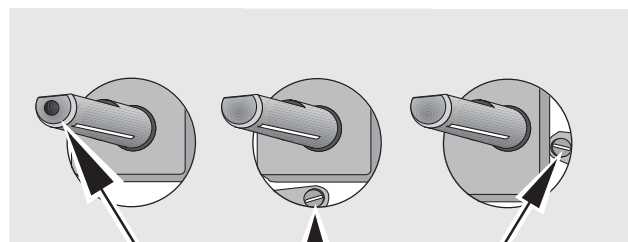

Рис. 8
- Тонкой отверткой отрегулируйте положение винта обводного клапана (см. Рис. 8 - "а"). При переоборудовании панели с природного на сжиженный нефтяной газ (LPG) плотно затяните винт, вращая его по часовой стрелке так, чтобы получилось небольшое стабильное пламя.